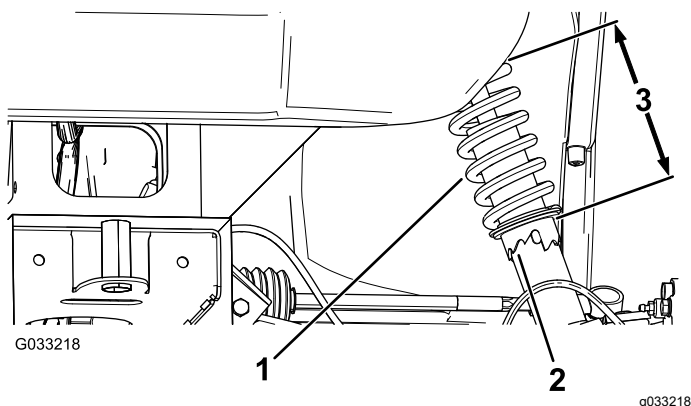

Figure 55
2. Si le carrossage des roues n'est pas correct, utilisez la clé à ergots pour tourner le collet sur l'amortisseur et orienter la roue correctement (Figure 55).